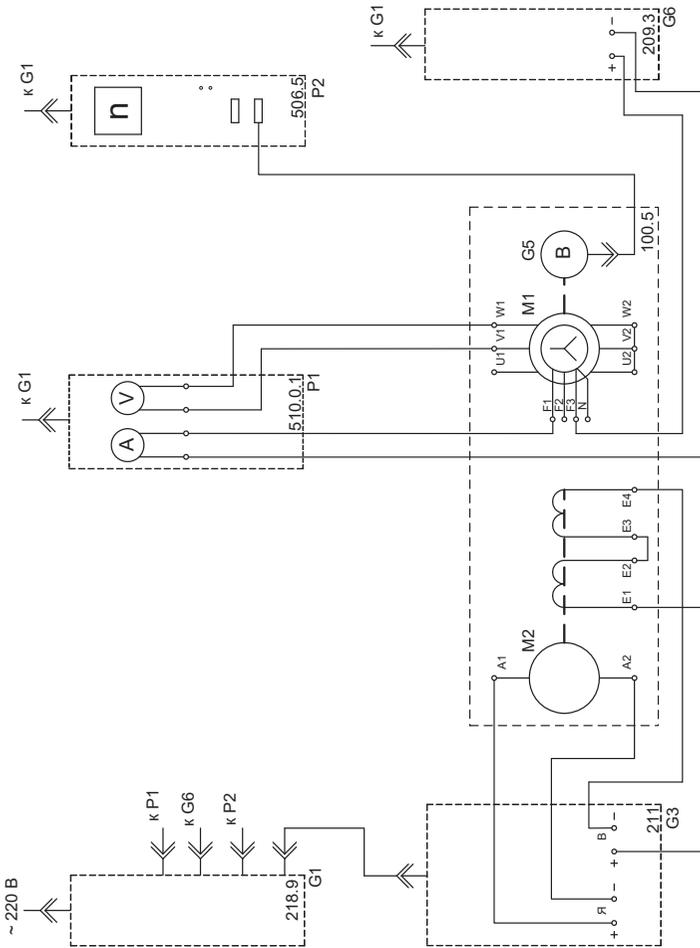

Рис. 5.1
- Соедините аппаратуру в соответствии с электрической схемой, приведенной на рис. 5.1.